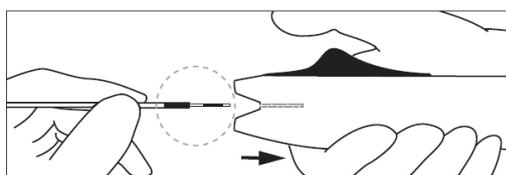

図4
16. デタッチメントハンドルをゆっくりと慎重に引いてデリバリープッシャーから取り外す。黒色のアラインメントゾーンが離れていることを確認した後(図4)、X線透視下でデリバリープッシャーをゆっくりと慎重に引き戻し、コイルが離脱されていることを確認する。